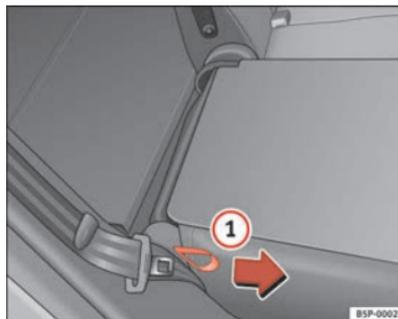

Fig. 100 Rebater ou levantar o encosto do banco traseiro
- Puxar a pega lateral do banco ⇒ página 141, fig. 100 ① no sentido da seta e levantar o encosto até que encaixe.